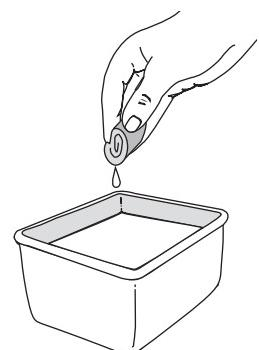

Fig. 34
3. Lave el filtro con agua y detergente (Fig. 34). Enjuague bien el filtro. Escurra el exceso de agua. Déjelo secar por completo.